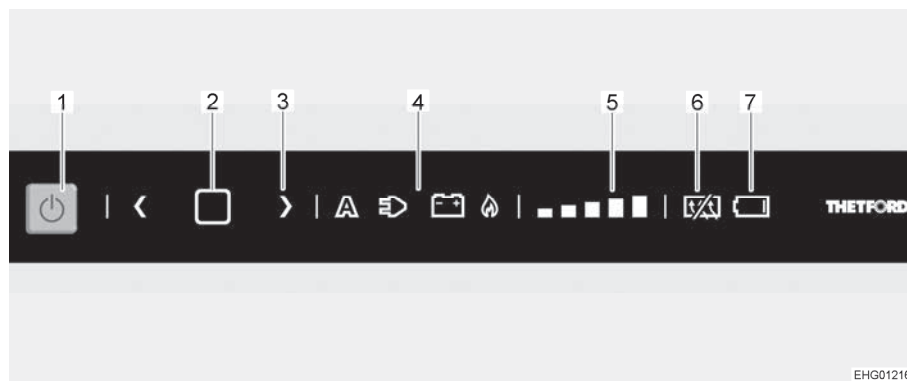

Fig. 186 Panneau de commande DEL
- Appuyer sur la touche Marche/Arrêt (Fig. 186,1) pendant 1 seconde. La touche s'allume en bleu. Le dernier réglage effectué s'allume.
- Appuyer sur la touche de confirmation (Fig. 186,2) pendant 2 secondes jusqu'à ce que le symbole de source d'énergie (Fig. 186,4) commence à clignoter.
- Sélectionner la source d'énergie désirée en appuyant sur une touche fléchée (Fig. 186,3).
- Appuyer sur la touche de confirmation (Fig. 186,2) pour confirmer le choix.
- Appuyer de nouveau sur la touche de confirmation (Fig. 186,2). L'affichage du degré de réfrigération (Fig. 186,5) commence à clignoter.
- Sélectionner la puissance de réfrigération désirée en appuyant sur une touche fléchée (Fig. 186,3).
- Appuyer sur la touche Marche/Arrêt (Fig. 186,1) pendant env. 2 secondes. Toutes les lampes s'éteignent. Le réfrigérateur est coupé.